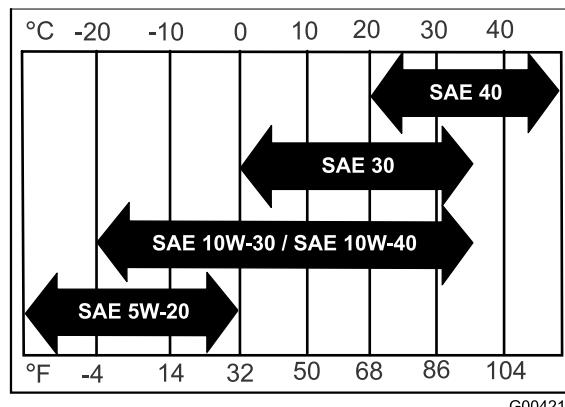

Figure 30
**Viscosité :** Voir le tableau (Figure 30).